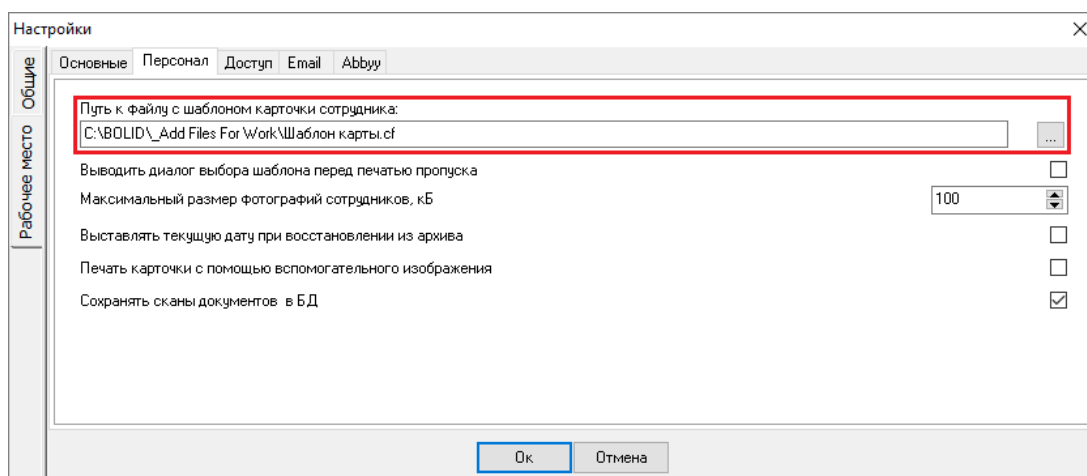
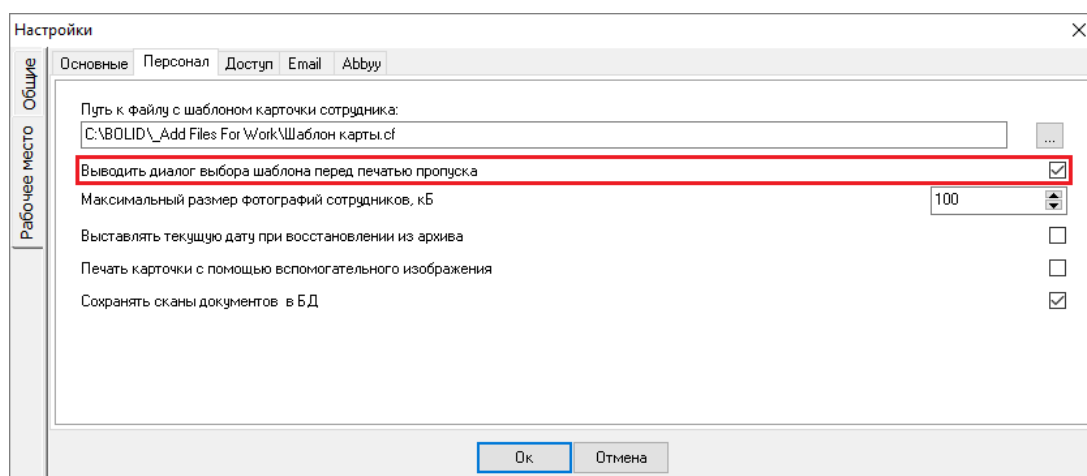

Рисунок 6-812 Путь к шаблону карточки сотрудника
Рисунок 6-813 Выбор параметра "Выводить диалог выбора шаблона перед печатью пропуска"
- а) для параметра «Путь к файлу с шаблоном карточки сотрудника» указать путь к созданному шаблону карточки сотрудника (см. Рисунок 6-812) или выбрать параметр «Выводить диалог выбора шаблона перед печатью пропуска» (см. Рисунок 6-813) – в этом случае перед печатью каждого пропуска необходимо во всплывающем окне выбирать шаблон для печатаемого пропуска.